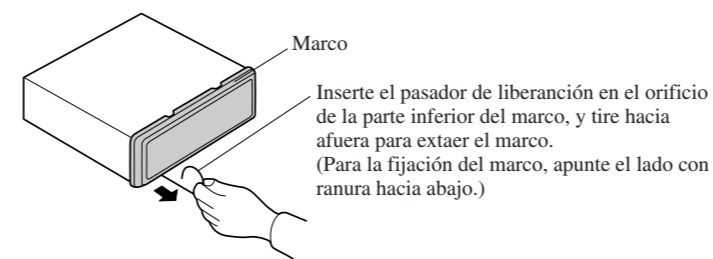

Fig. 8
**1. Quite el marco. (Fig. 8)**